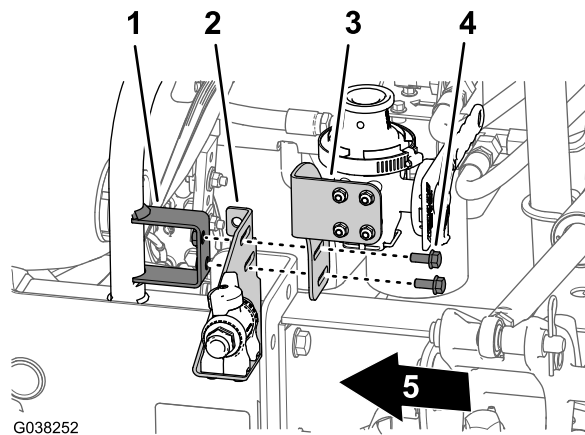

図 61
1. 攪拌スロットルブラケットのスロットとエダクタ停止バルブブラケットのスロットを、スロットルバルブブラケットの穴にあわせる 図 61。
2. 攪拌バルブブラケットとエダクタ停止ブラケットを、スロットルバルブブラケットのマウントに組み付ける 図 61 フランジヘッドボルト5/16 x ¾ インチ2本を使用する。